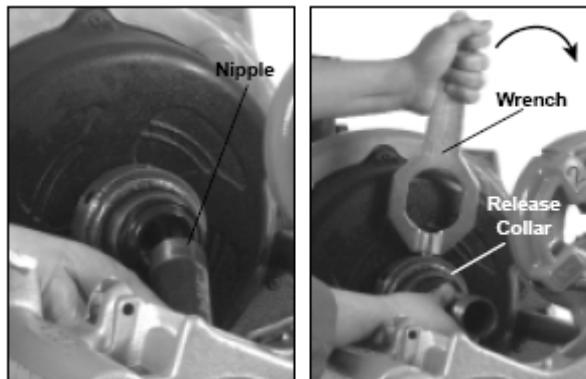

图 17 — 松开套丝短管
6. 关掉机器。将扳手上的针钥插入短管夹具上的几个孔口中的一个，松释分离环并旋转。最后取下套好的接头（见图 17）。